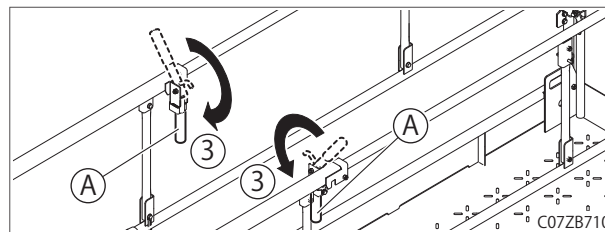

Abb. 8-7
- (5) Drehen Sie die Hebel (Abb. 8-7, A) in die Ausgangsposition zurück. Die Plattformverlängerung ist nun verriegelt. (Abb. 8-7, 3)